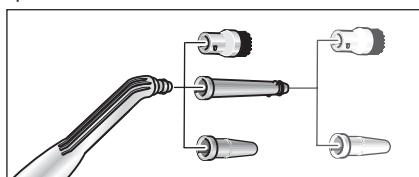

*Fig. 5: Deta°area accesoriilor*
- Pentru detașarea accesoriilor, apăsați butonul de dezăvorare (C3 respectiv G3) și despărții părțile componente (vezi fig. 5).